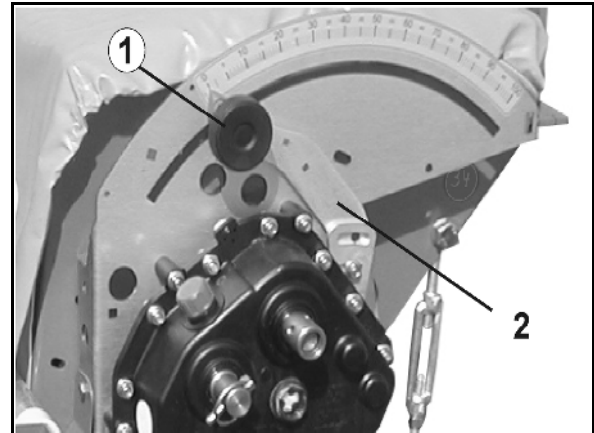

Fig. 34
1. Løsne låseknappen (Fig. 34/1) på girspaken.
2. Skyv viseren på girspaken (Fig. 34/2) til ønsket girstilling.
3. Trekk til låseknappen (Fig. 34/1).